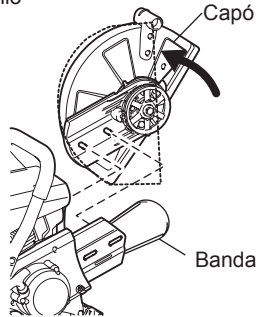

Fig. 2
- (3) Gire el capó hacia la posición de la línea punteada. Quite la banda trapezoidal y luego quite el aditamento de corte del cortador. Vuelva a colocar la empuñadura. (Fig. 2)